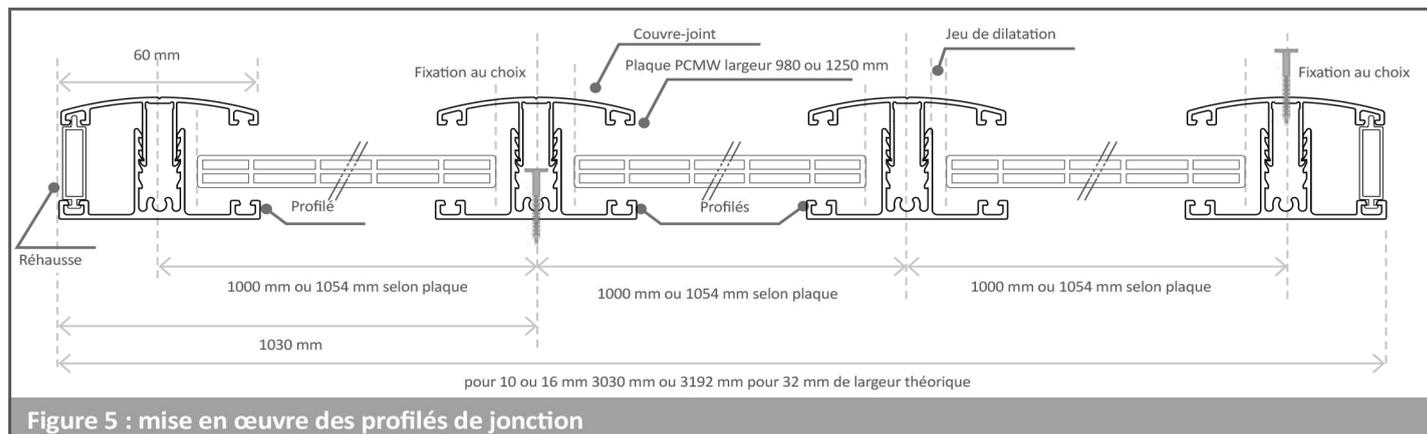

Figure 5 : mise en œuvre des profilés de jonction
Quelle que soit la solution retenue pour le montage de l'ossature, se conformer à la figure 5 pour le respect des entraxes des profilés de jonction.
2. Pose et fixation des profilés de base intermédiaires et rives (figure 5).